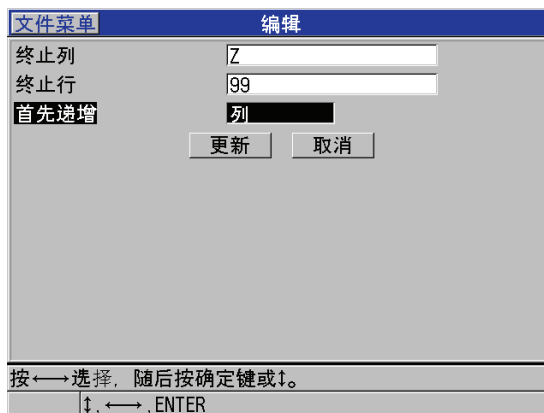

图 11-19 栅格编辑屏幕
4. 对于栅格类型的文件, 选择**继续**, 随后在**编辑**屏幕的第二页中 (参见第 163 页的图 11-19 ):